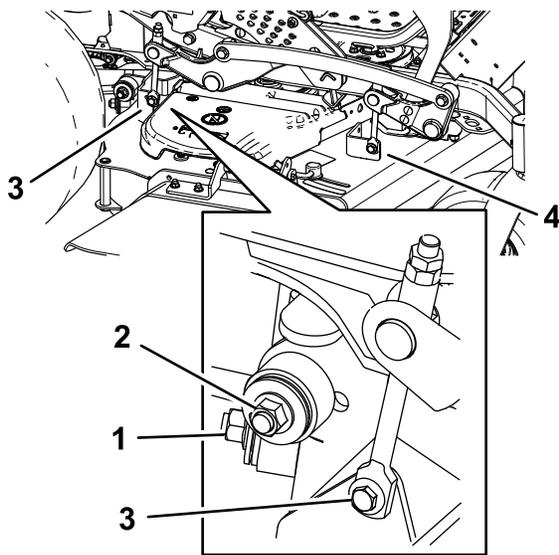

Figura 106
7. Retire y guarde los herrajes de ambos lados de la carcasa, según se muestra en Figura 106.